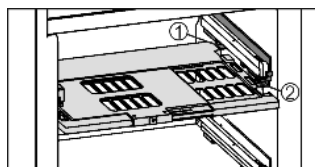

Fig. 21
► Vochtreguleringsplaat terugplaatsen: dekselranden van de plaat van onder in de achterste houder *Fig. 21 (1)* plaatsen en aan de voorkant in de houder *Fig. 21 (2)* vastklikken.